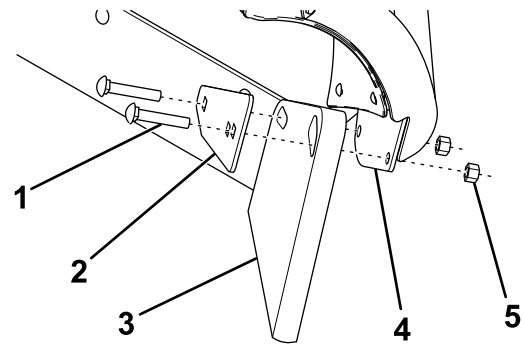

Figure 12
18. Fixez légèrement le couteau sur l'ailette à l'aide de 2 boulons de carrosserie (5/8 po), d'une plaque de montage et de 2 écrous (Figure 12).